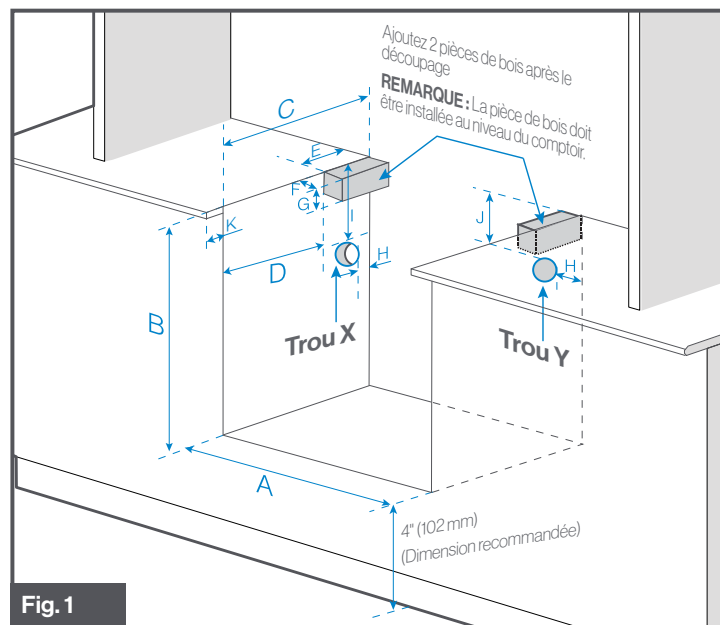
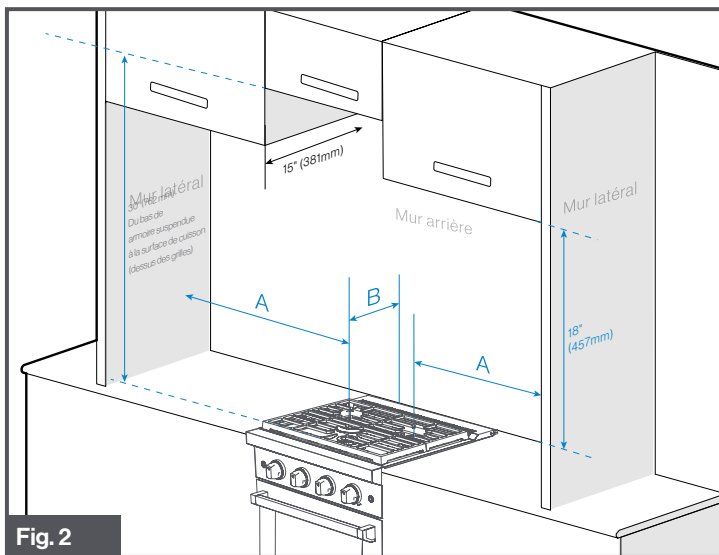
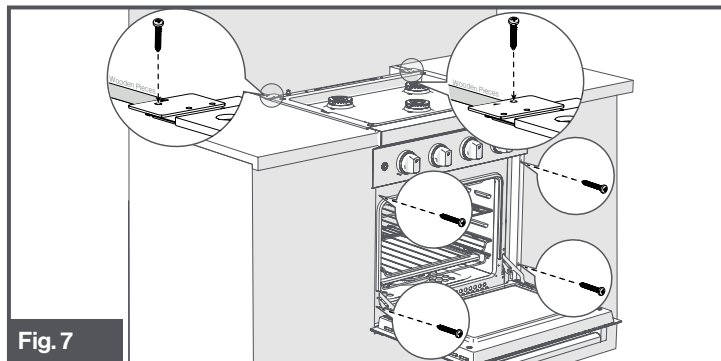

Fig. 1
Fig. 2
Fig. 7
REMARQUE : Lors de la planification de l'emplacement, tenez compte des rideaux ou autres matériaux combustibles installés autour de l'appareil afin de ne pas créer un risque d'incendie. La découpe de l'armoire doit être située en respectant le dégagement minimum par rapport aux matériaux combustibles. (Fig. 1)
La ou les distances horizontales minimales entre les côtés et l'arrière de l'appareil et les murs combustibles verticaux adjacents s'étendant au-dessus du panneau supérieur : (Fig. 2)
REMARQUE : Lorsque l'armoire a été préparée selon les dimensions indiquées ci-dessus (Fig. 1 et Fig. 2) et que la conduite de gaz est en place.
- Ouvrez la porte du four et fixez le four en place à l'aide de quatre vis (non fournies). (Fig. 7)
- Fixez solidement l'arrière du four sur la pièce de bois préinstallée (Fig. 1) à l'aide de deux vis (non fournies). (Fig. 7)
Alignez les flèches du panneau décoratif arrière avec les flèches des pattes de fixation arrière de la cuisinière et poussez-le contre le mur derrière la cuisinière. Utilisez 2 vis (non fournies) et fixez-les à la pièce de bois préinstallée de la Fig. 1.